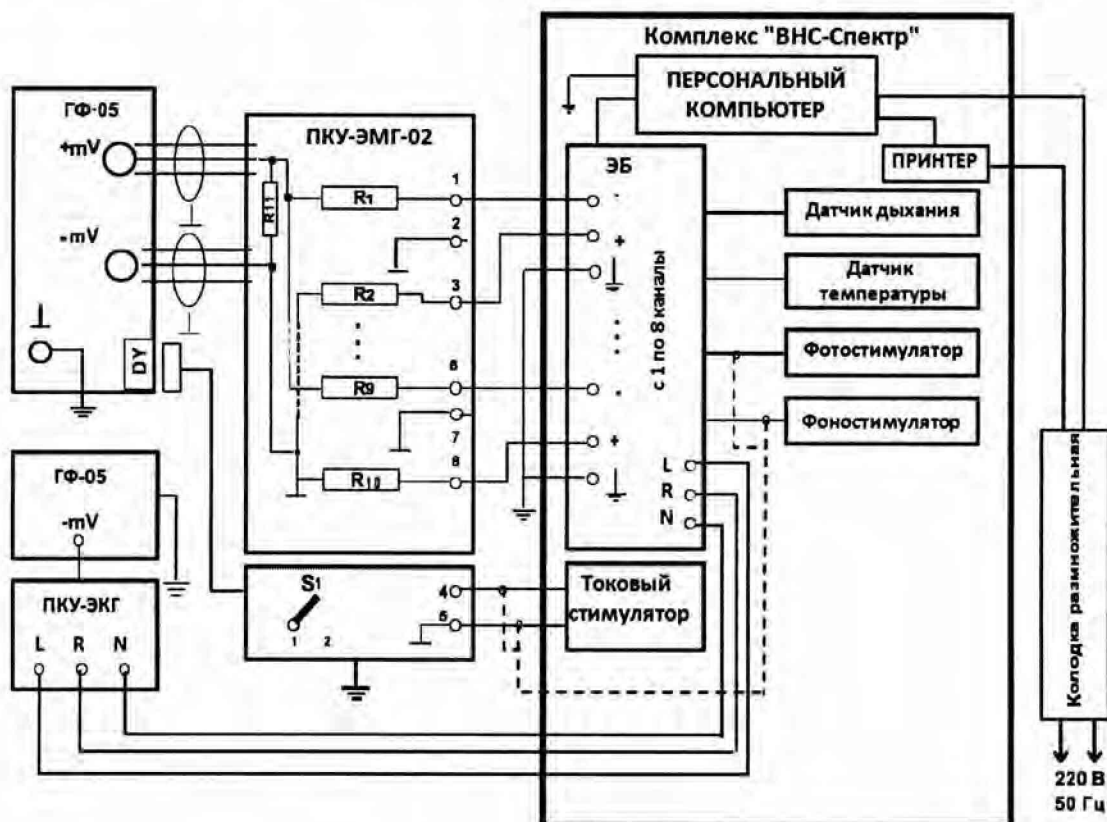

Рис. 1. Схема соединения приборов при проверке комплекса.
- соединить комплекс, средство поверки и ПКУ-ЭМГ-02 согласно рис. 1, обратив особое внимание на качество заземления и защиту мест контактных соединений от воздействия помех.
Проверка осуществляется согласно схеме, приведенной на рис. 1
Соединить составные части комплекса, персональный компьютер с установленным программным обеспечением «Нейро-МВП.NET» и средства проверки согласно схеме, приведенной на рис. 1, предварительно заземлив генератор ГФ-05, ПКУ-ЭМГ и ПК, а также соединив гнездо «⊥» ГФ-05 с проводом заземления. Включить питание ПК и принтера. После появления на экране изображения рабочего стола дважды щелкнуть левой клавишей мыши (ЛКМ) по ярлыку «Нейро-МВП.NET». При этом на экране монитора должны появиться главное окно «Нейро-МВП.NET», содержащее командную строку с командными кнопками: «Обследование», «Протокол», «Проба», «Вид», «Настройки» и «?», а также панель кнопок-ускорителей с мнемоническими кнопками.
Проверка числа каналов фотостимуляции проводится визуально, число каналов должно быть – 2. Проверка функционирования каналов проводится согласно схеме, приведенной на рис.1.
Определение метрологических характеристик каналов ВКВП проводится согласно схеме, приведенной на рис. 1, во всех каналах.